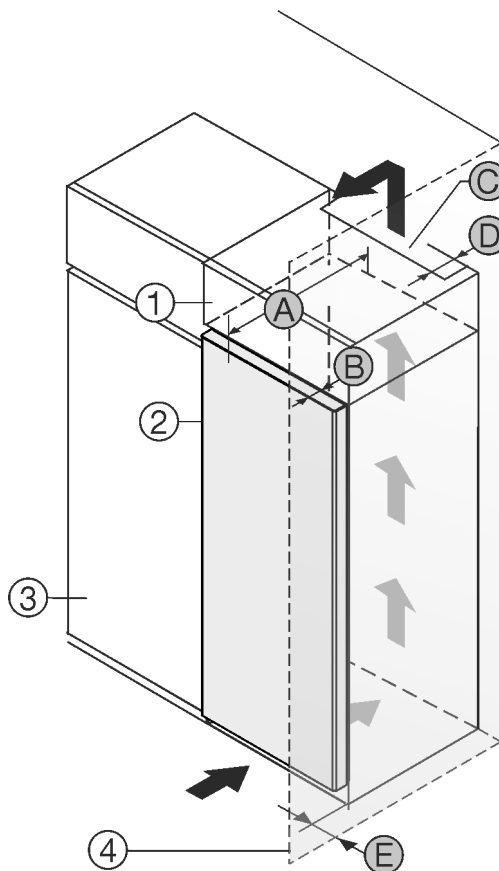

Fig. 1
Ju mund ta instaloni pajisjen direkt ngjitur me dollapin e kuzhinës Fig. 1 (3).\*
Në faqen e pasme të dollapit së montimit duhet të ketë një hapësirë ajrimi me thellësi Fig. 1 (D) në të gjithë gjerësinë e dollapit të montimit.\*
Nën mbulesën e hapësirës duhet respektuar seksioni tërthor i qarkullimit të ajrit Fig. 1 (C).\*
Nëse instaloni pajisjen me mentesha pranë një muri Fig. 1 (4), atëherë duhet që distanca midis pajisjes dhe murit të jetë të paktën 13 mm .\*
Në mënyrë që dera të mund të hapet plotësisht, duhet që pajisja të dalë jashtë përpara kanatit të dollapit të kuzhinës sa thellësia e derës Fig. 1 (B). Në varësi nga thellësia e dollapëve të kuzhinës Fig. 1 (3) dhe përdorimi i ruajtësve të distancës nga muri, pajisja mund të dalë më shumë përpara dollapit.\*